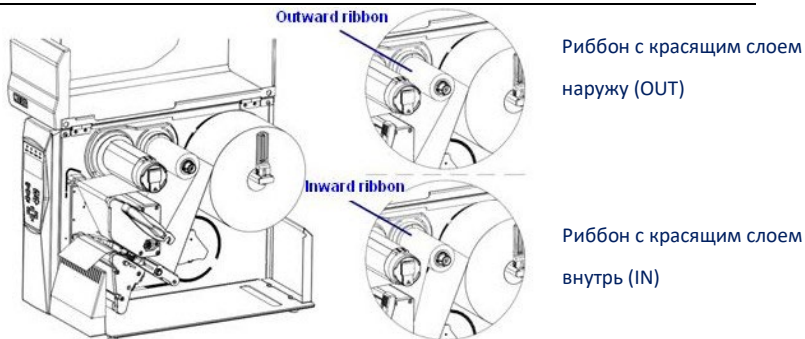

Рис. 2.5.1
- 1) Откройте правую крышку (4) принтера, поверните рычаг (16) для подъема печатающей головки назад (против часовой стрелки), как показано на рисунке (см. рис. 2.5.1)
- 2) Установите рулон с риббоном на вал размотки (11) так, как показано на рисунке — в зависимости от типа намотки риббона в рулон: красящим слоем наружу или внутрь. Протяните ленту риббона через блок с печатающей головкой и закрепите край ленты на вал намотки (10) так, чтобы намотка риббона происходила с нижней стороны вала. Прокрутите вал намотки, чтобы натянуть риббон (см. рис. 2.5.1).